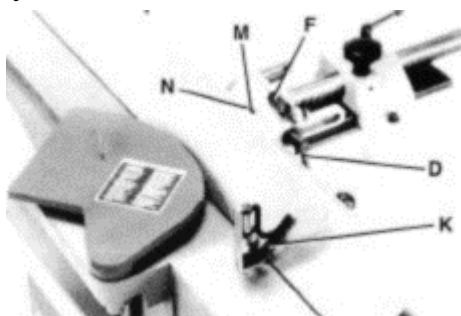

Рис. 42
5. Поверните откидной упор (F), Рис. 42, наклоните ограждение наружу до упора и затяните фиксирующую ручку (D). Поместите угольник (К) на стол напротив ограждения, чтобы проверить, находится ли ограждение под углом 45 градусов к столу.
6. При необходимости регулировки до неподвижного упора ослабьте фиксирующую ручку (D), Рис. 42, и контргайку (M). Поворачивайте регулировочный винт (N) до тех пор, пока не убедитесь, что упор направлен наружу на 45 градусов к столу. Затяните контргайку (M).